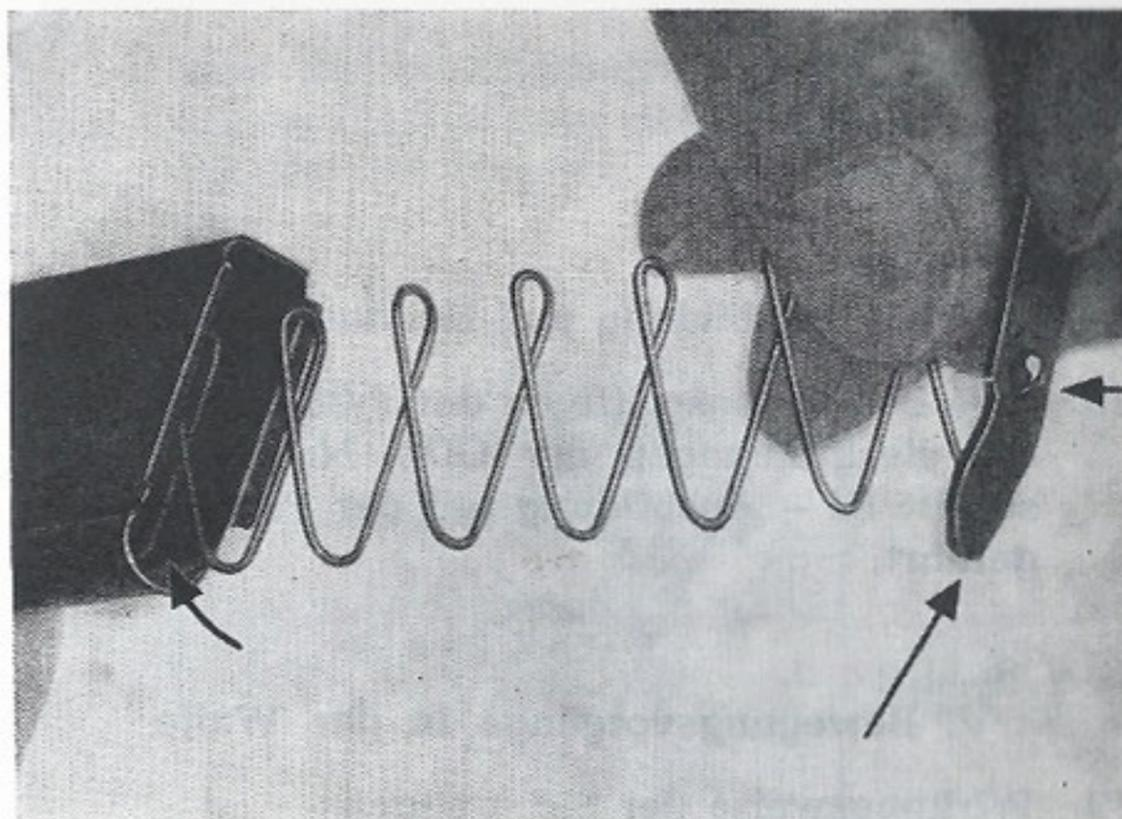

Bild 14
- (2) Den Bodenhalter mit dem Halbrundkopf nach Bild 14 aufsetzen.